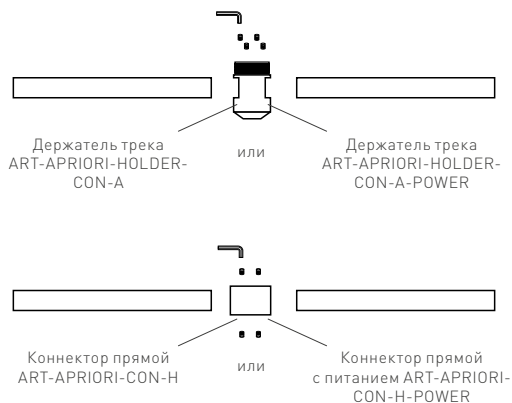

Рис. 8. Соединение шинопроводов в одной плоскости механически и электрически
5.2. Способы механического и электрического соединения шинопроводов показаны на рис. 8.